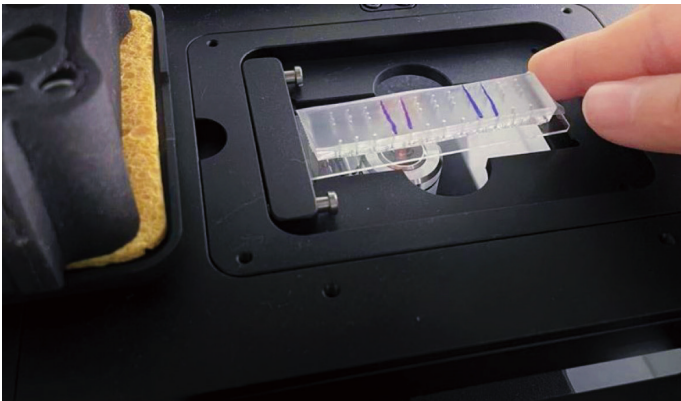

图 7：芯片摆放位置示意图
3.9 将向右推芯片,使芯片固定在显微镜载物台上,通过控制面板下方的载物台按钮或键盘的“W、A、S、D”按钮调整显微镜视野及焦距使芯片流道在视野中间(图 7)。